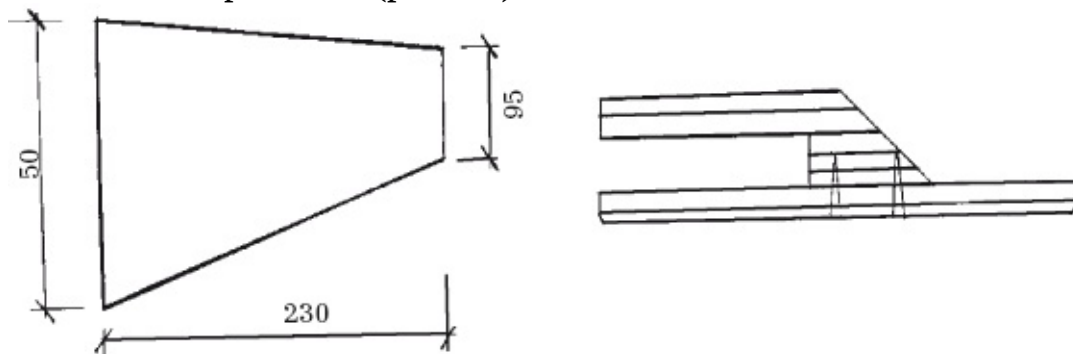

Рис. 12. Кельма из оргстекла (размеры даны в мм)
- кельмы из оргстекла (рис. 12).